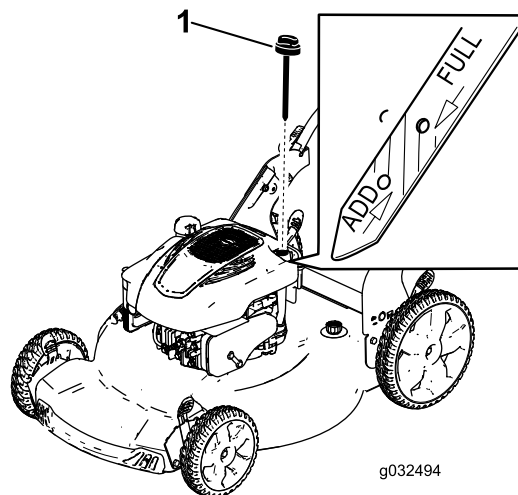

Figure 11
2. Retirez la jauge (Figure 11).
5. Vérifiez le niveau d'huile indiqué par la jauge (Figure 11).